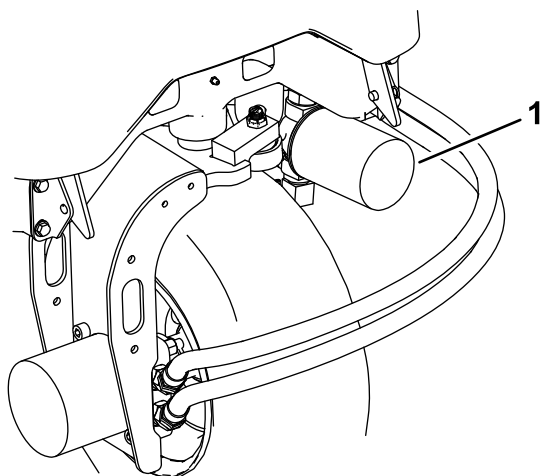
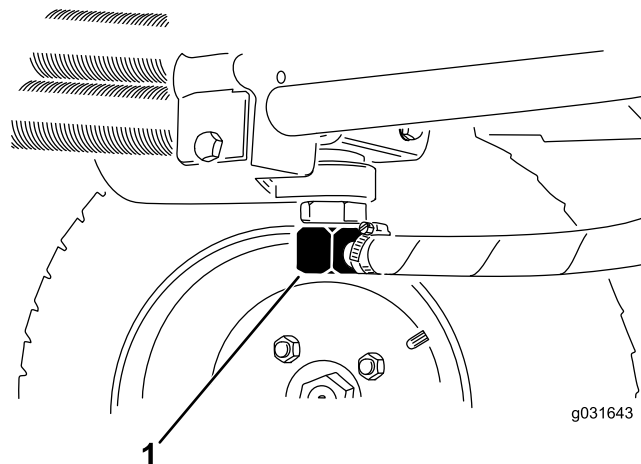

Рисунок 64
Рисунок 65
3. Очистите область вокруг места крепления фильтра и установите сливной поддон под фильтр (Рисунок 64).
2. Отсоедините гидропровод или снимите гидравлический фильтр и дайте гидравлической жидкости стечь в сливной поддон (Рисунок 64 и Рисунок 65).
3. Когда гидравлическая жидкость перестанет вытекать, установите гидропровод на место (Рисунок 65).